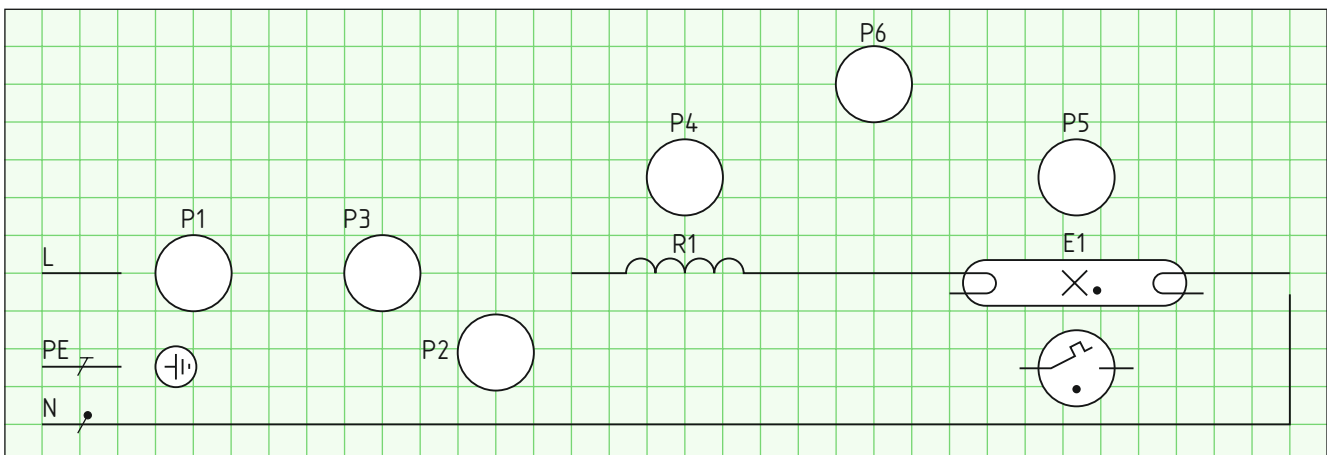

Bild 4: Schaltplan mit Messinstrumenten
1. a) Zeichnen Sie im Schaltplan der Leuchtstofflampen-Schaltung (ohne Kondensator) (**Bild 4**) einen Leistungsmesser ein, um die Wirkleistung P der Leuchte direkt messen zu können, sowie einen Spannungs- und einen Strommesser, um die Betriebsspannung U und den Strom I zu messen.
2. a) Ergänzen Sie den Schaltplan (**Bild 4**), um die Teilspannungen U_1 am Vorschaltgerät ($R1$), U_2 an der Leuchtstofflampe ($E1$), sowie U_3 über beide Bauelemente ($R1$ und $E1$) messen zu können.